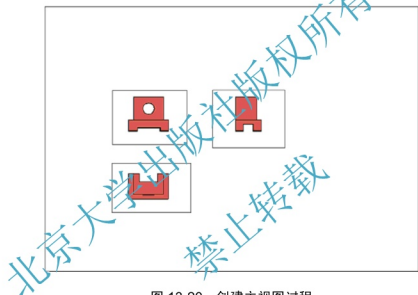

图 13-20 创建主视图过程
最后图面上手动建立的主、俯、左三个视图的位置如图 13-20 所示。
(4) 设置缩放比例。在上一步设置三视图的过程中，每个视口采用的缩放比例为 1:1，该比例下的图形放置在所选图幅上显得过小(图 13-20)，因此需要调整比例。其操作过程为：